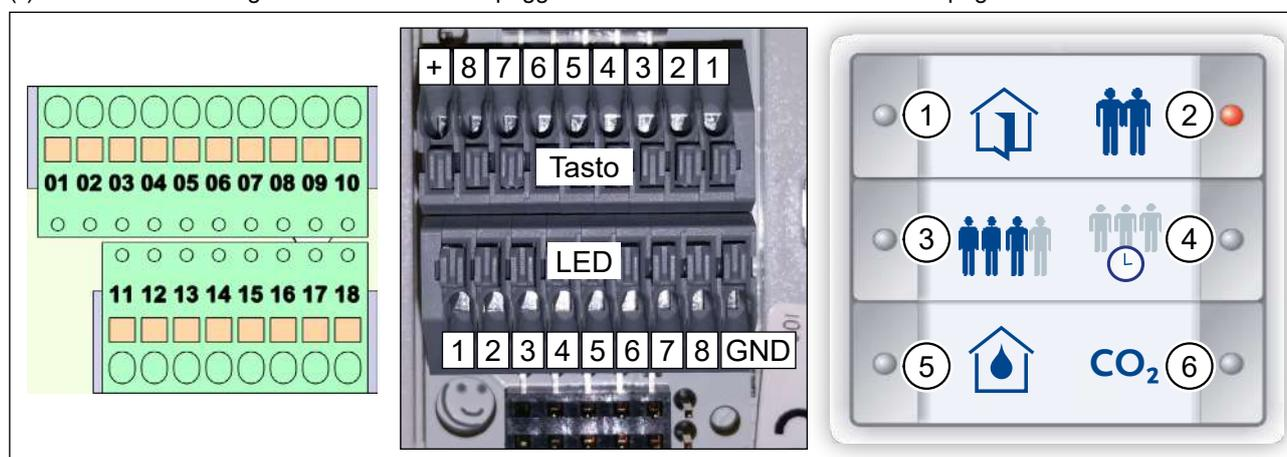

Fig. 32: Morsettiere sull'apparecchio di ventilazione, morsettiere del sensore a pulsante InControl, foglio di copertura
- Dopo il cablaggio inserire il foglio di copertura (Fig. 32) nel sensore a pulsante InControl.